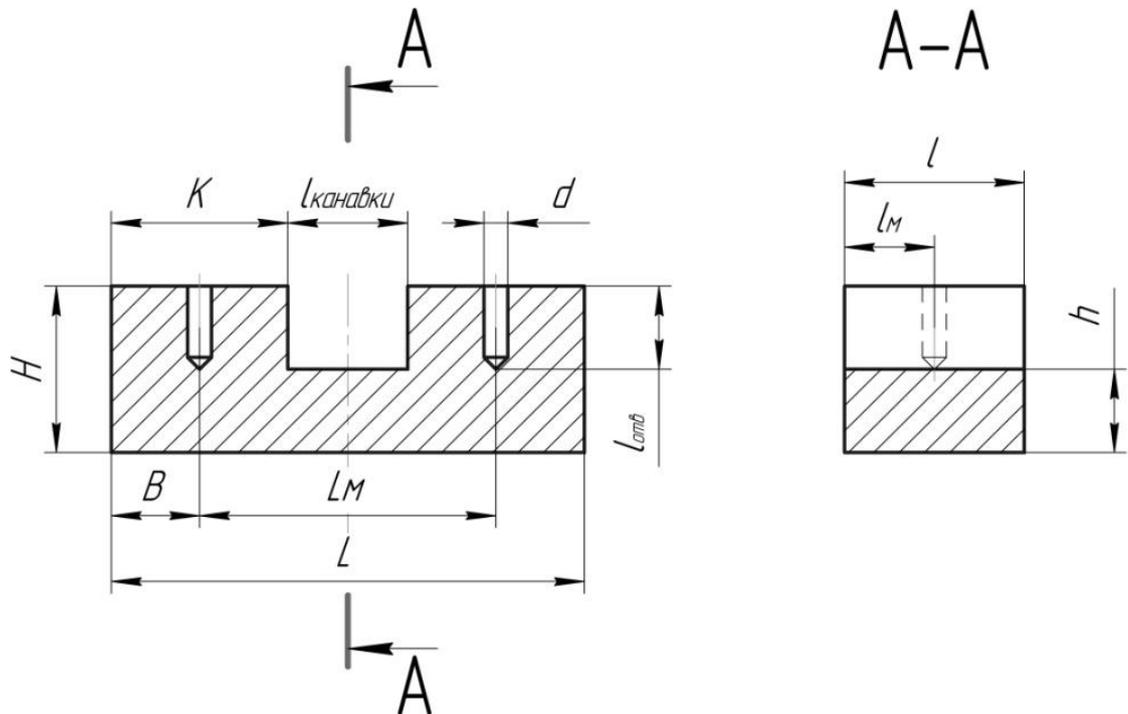

Рисунок 2 – Накладка
6. Разработать управляющую программу для обработки детали (рисунок 2), по вариантам (таблица 2) на фрезерном станке с ЧПУ. Отработать разработанную управляющую программу на фрезерном станке с ЧПУ.